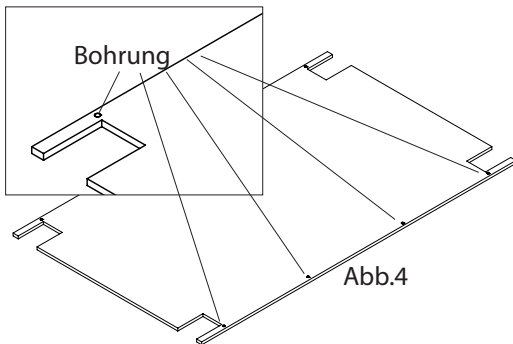

Abb.4
4. Löcher $\varnothing 3\text{mm}$ für die Befestigung der Seitenteile auf der Bodenplatte vorbohren. Jede Bohrung mit Hilfe eines Kegelsenkers von unten einsenken (siehe Abb. 4 u. Schablone Seite 5)